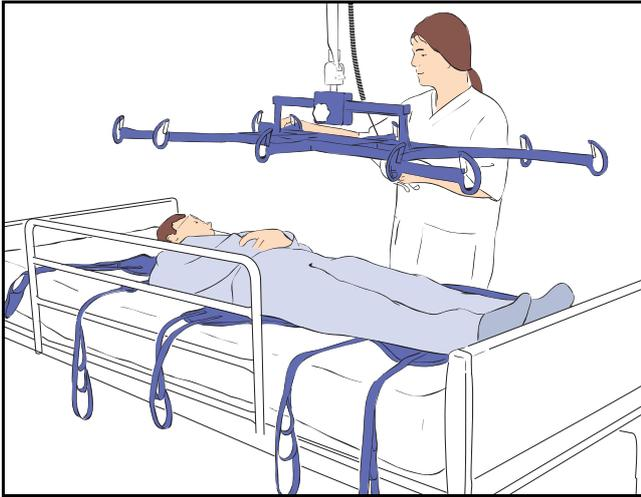

Fig. 12
- 3) Con la barra per barelle posta nella posizione più alta possibile, spostare il sollevapazienti finché la barra non si trovi direttamente sopra il paziente (vedere Fig. 12).